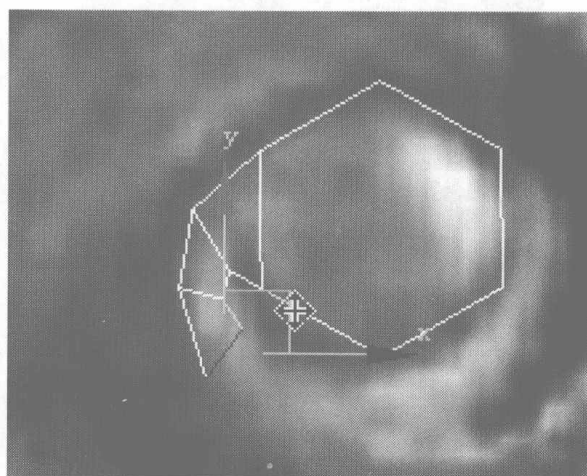
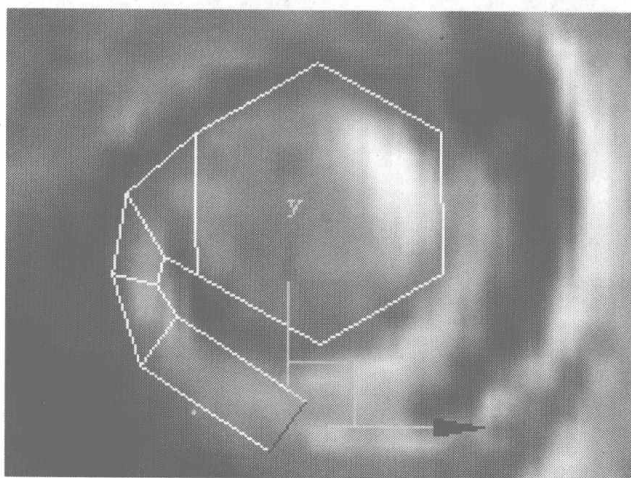

图 5.183
图 5.184
- 05** 选择如图 5.183 所示的曲线，按住 Shift 键向外拖动，复制出一个边沿，如图 5.184 所示。调整模型